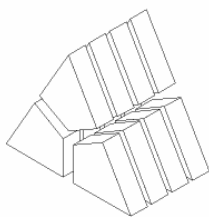
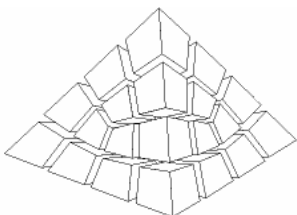

图 5-61 棱柱的三角形面的单元划分数目必须是偶数
图 5-62 四面体的三角形面的单元划分数目必须是偶数
- ③ 如果体是棱柱或者四面体，则其三角形面的单元划分数目必须是偶数（图 5-61，图 5-62）。